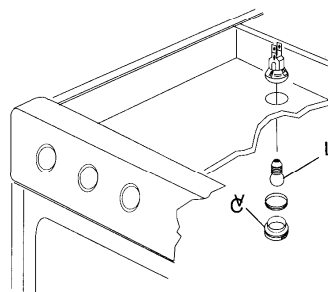

Fig. 39
- Dévisser le chapeau de protection en verre (C) (Fig. 39).
- Dévisser la lampe (L) (Fig. 39) et la remplacer par une nouvelle de type E14, 15W 300°C, 230V.